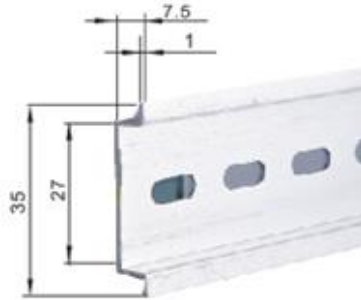

图 1 TH35-7.5 (1.0) 型标准导轨
- c 安装在TH35-7.5(1.0)标准导轨上(见图1);
(3) 正常的贮存条件